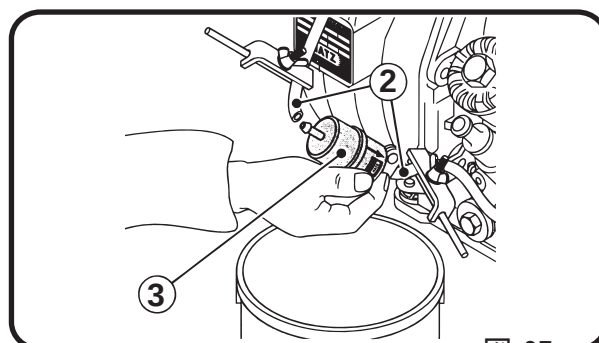

図 27
- 3 フィルター内に残っている燃料が漏れる場合がありますので、容器で受けてください。(図27)
- 4 両端の燃料パイプ②を抜き古いフィルター③を取り除いた後に、新しいフィルターを取り付けてください。
取り付ける際にはフィルターの向きに注意してください。矢印の向きが下になるように取り付けてください。(図27)